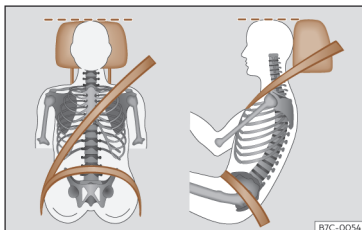

Fig. 16 Faixa do cinto de segurança e encosto de cabeça corretamente regulados.
- Ajuste o encosto de cabeça de modo a que o rebordo superior do encosto fique, na medida do possível, à altura da parte superior da cabeça, e nunca abaixo dos olhos¹⁾. Mantenha a nuca o mais próximo possível do encosto de cabeça >>> **Fig. 16**.
- Ajuste longitudinalmente o banco, de modo a poder carregar a fundo nos pedais com os joelhos ligeiramente fletidos e a ficar uma distância entre a zona dos joelhos e o painel de instrumentos de pelo menos 10 cm (4 polegadas) >>> **Fig. 16**.